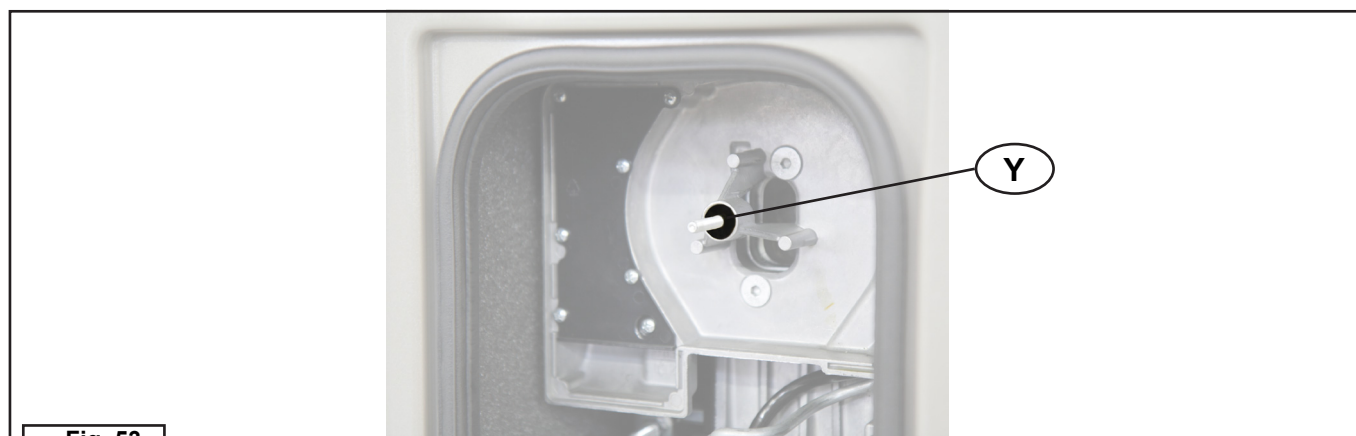

Fig. 53
22	Verificare l'integrità della guarnizione in gomma (Y) e, se necessario, provvedere alla relativa sostituzione (fig. 53).